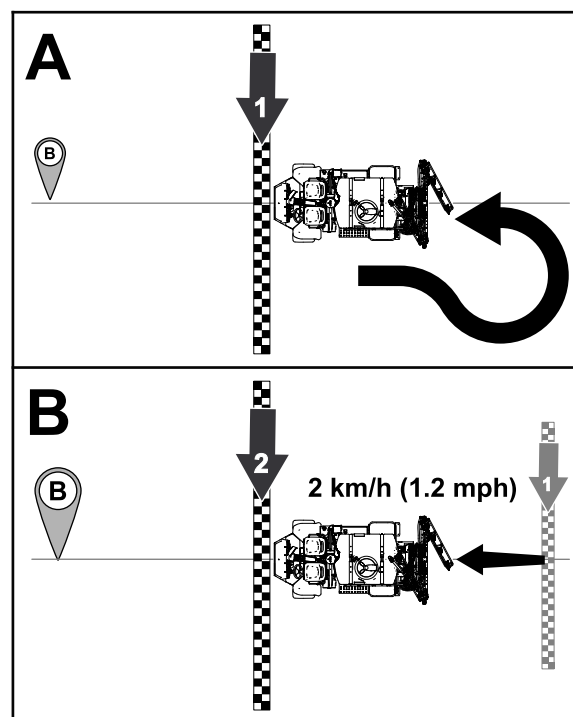

図 170
機械を回転させて、コントロールコンソールのポジションAとポジションBのガイドラインに合わせます (図 170)。
8. 点Bに到達する前に、マシンの対地速度を2 km/h に設定し、マシンのスロットルロックをオンにします (図 170)。